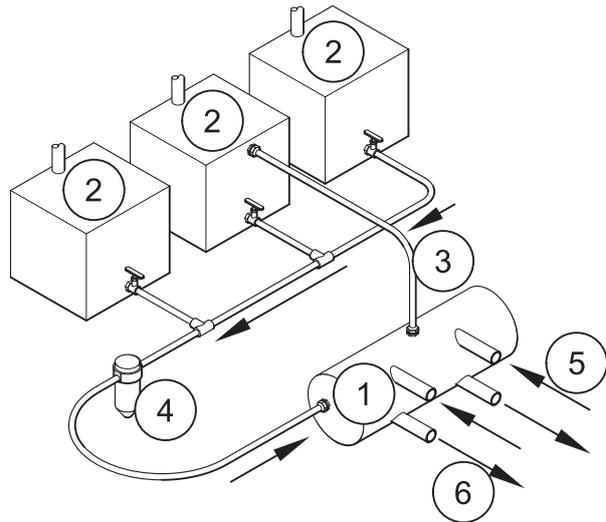

Abbildung 28
Abbildung 28 zeigt einen Sammeltank (1), der von allen Lagertanks (2) befüllt wird und mit dem Zuleitungs- und Rücklaufsystem des Motors verbunden ist, allerdings mit einer Lüftungsleitung (3), die zu einem beliebigen geeigneten Tank führt und am höchsten Punkt mit ihm verbunden ist. Die Kraftstoffzuleitungen (5) sollten unten am Sammeltank positioniert sein und die Kraftstoffrückführleitungen (6) oben.